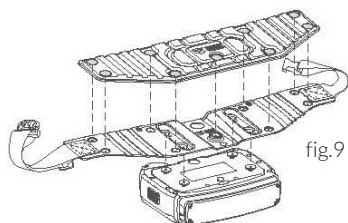

fig.9
4. Fissare il cuscinetto morbido alla cinghia utilizzando gli 8 pulsanti a pressione (vedere fig. 9).